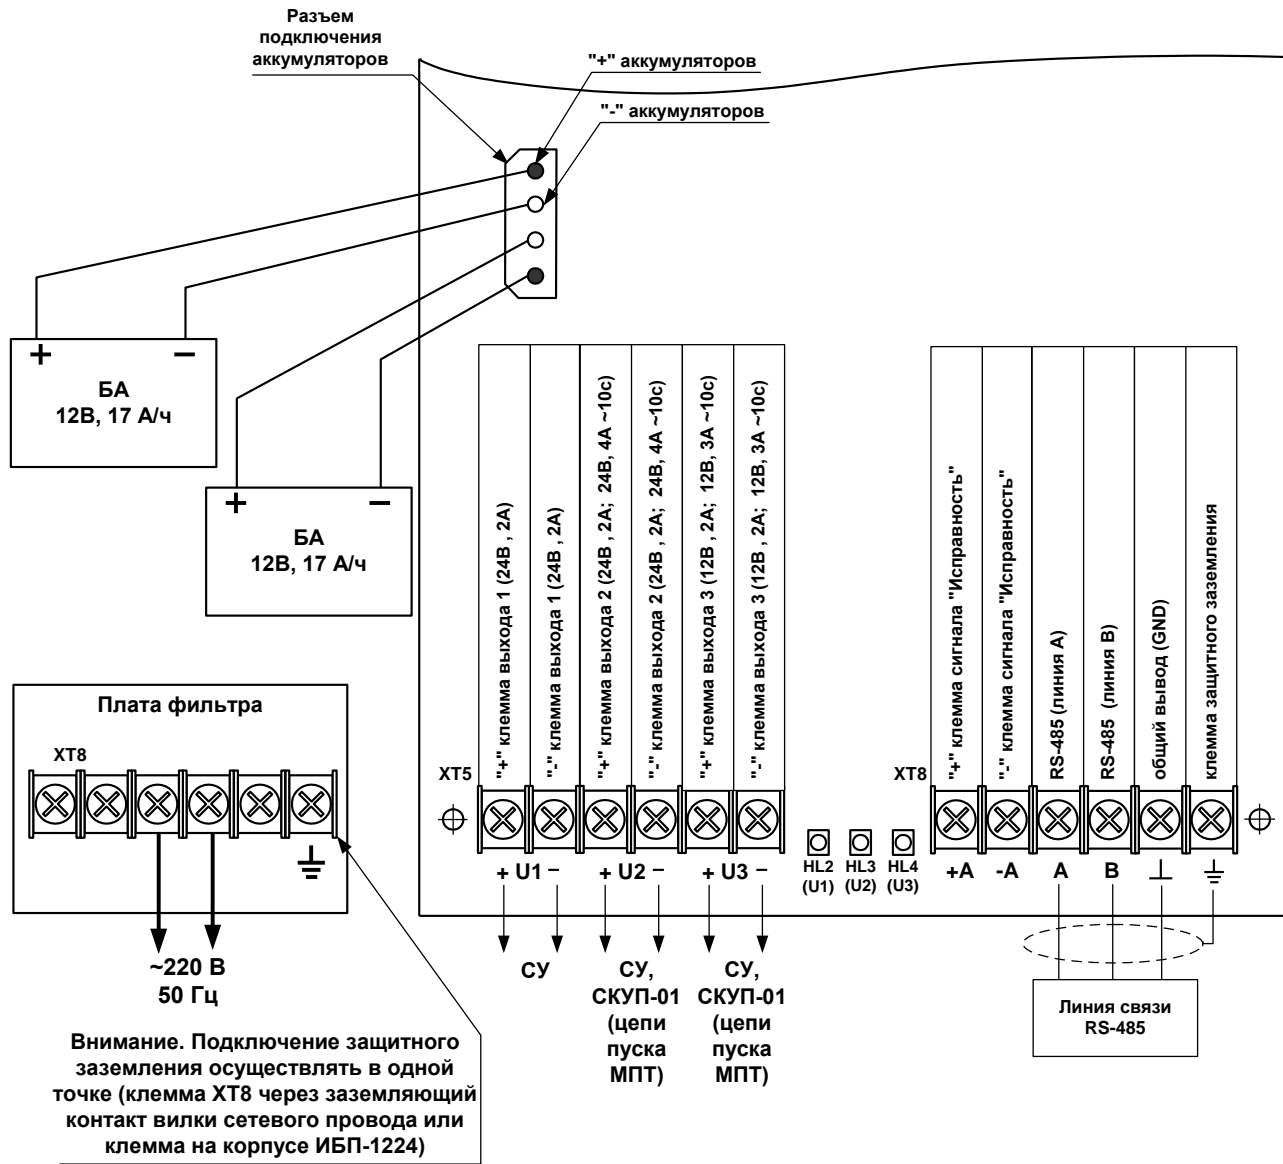

Рис. 5 Назначение клеммных блоков и подключение ИБП
Аккумуляторные батареи устанавливаются на дно корпуса и подключаются к штеккерам проводами, обозначающими полярность подключения в соответствии со схемой на Рис. 5. Слева на боковой поверхности корпуса расположен винт для подключения защитного заземления (см. Рис. 3).
7.4.3 Подключение соединительных линий и БА к клеммам ИБП производится в соответствии с Рис. 5. Перед подключением ИБП должен быть обесточен.
7.5. Установить аккумуляторные батареи, подключив их к клеммам с помощью соединительного провода, имеющим соответствующую маркировку (красный наконечник «+», синий наконечник «-») по схеме, приведенной на Рис. 5.